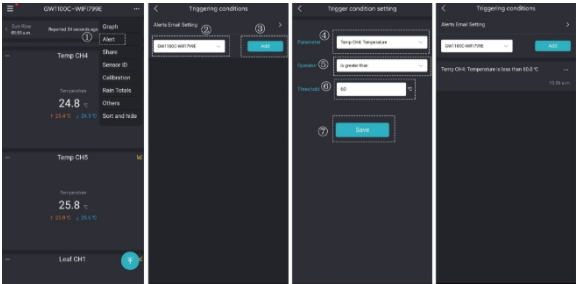

Abbildung 8
- 0 Befestigen Sie die Halterung mit einer Schraube (Edelstahl-Rundkopfschraube $\varnothing 3,0 \times 15$) an der Wand und führen Sie dann die Sonde durch die Öffnung der Halterung, wie in Abbildung 8 dargestellt: